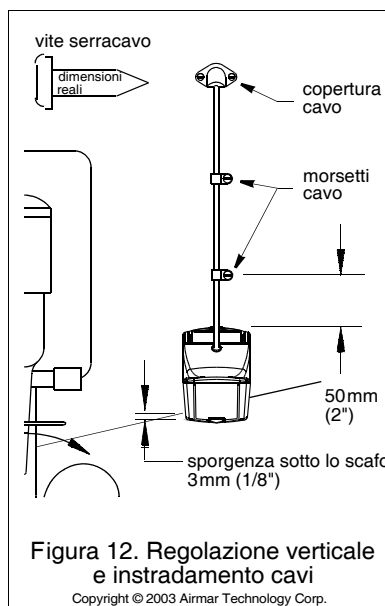

Figura 12. Regolazione verticale e instradamento cavi
2. Verificate che l'angolo inferiore sinistro del sensore sporga di 3mm (1/8") sotto il fondo dello scafo (Figura 12)
- b. Portate il sensore in una posizione più profonda nell'acqua a passi di 3mm (1/8") ciascuno (Figura 12)
1. Se è necessario praticare un foro attraverso lo specchio di poppa, scegliete un punto **decisamente al disopra della linea di galleggiamento** (Figura 12). Verificate la presenza di ostacoli quali correttori d'assetto, pompe o cavi elettrici all'interno dello scafo. Contrassegnate il punto scelto con una matita.